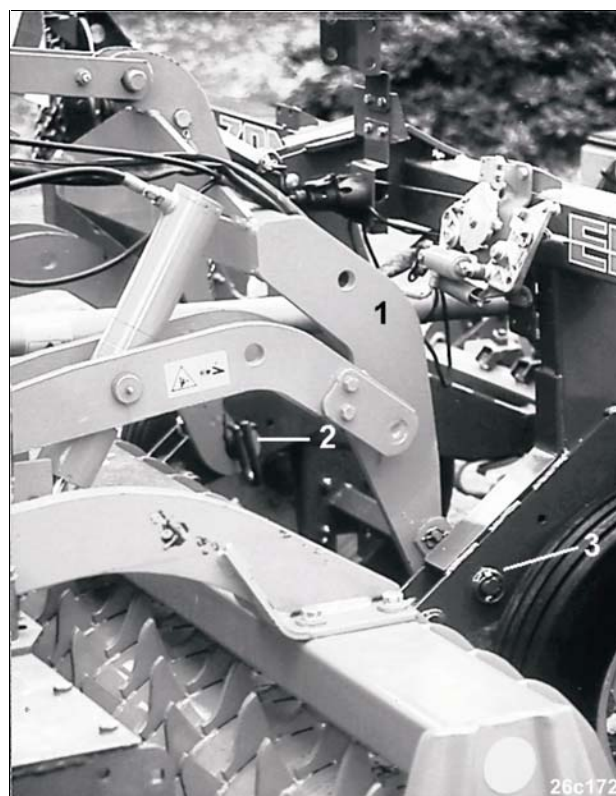

Рис. 174
- Рекомендуется подъемная рама (Рис. 174/1) для снижения подъемного сопротивления, при помощи которой поднимается сеялка точного посева при подъеме всей комбинации (на разворотной полосе), над уплотняющим катком.